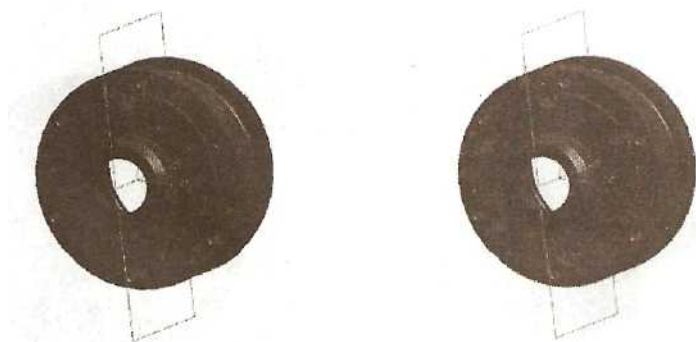

Рис. 2.103. Круговой массив отверстий с понижением
**Insert ~> Feature Operation ~> Instance** или иконку . Тип массива — Circular Array (круговой), метод создания массива — General, количество элементов массива — 6, угол поворота — 60 градусов, ось вращения — Datum Axis (Координатная ось). Круговой массив отверстий с понижением показан на рис. 2.103.